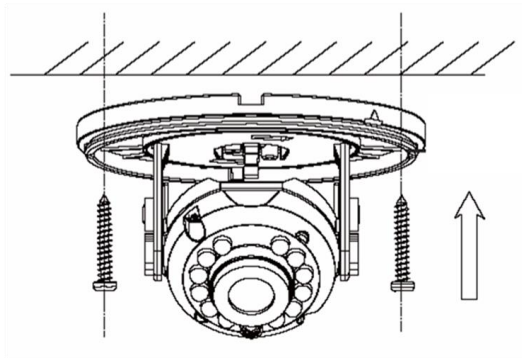

Рис. 2.2. Крепление видеокамеры
4. Прикрепите видеокамеру к поверхности с помощью шурупов и ослабьте регулировочные винты на ней (см. Рис. 2.2).